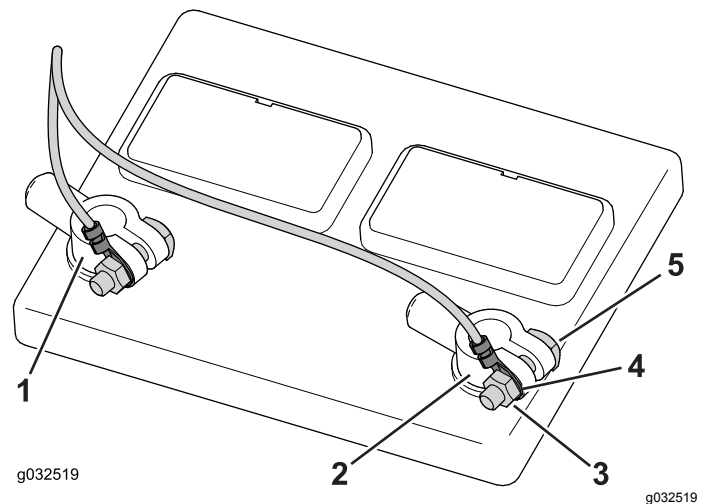

図 44
2. バッテリーから、まずマイナス側のクランプをゆるめて外し、次にプラス側のクランプを同様に外す 図 44。
3. 端子ボルトからナットを外す 図 44。
4. マイナス端子にマイナスコネクタ黒線を取り付け、ナットで仮止めする 図 44。
5. プラス端子にプラスコネクタ赤線を取り付け、ナットで仮止めする 図 44。
6. バッテリーのプラス端子にプラスクランプを取り付け、その後にマイナス端子にマイナスクランプを取り付ける 図 44。